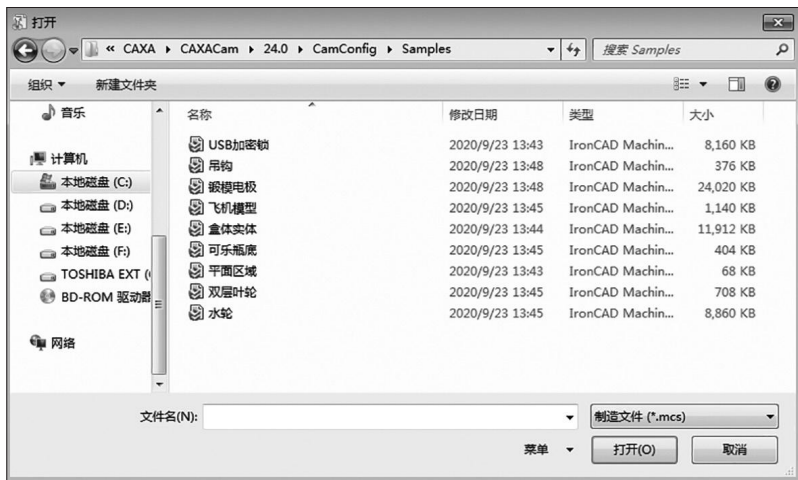

图 1-1-2 “打开”对话框
(1) 单击“打开”按钮，弹出“打开”对话框，在 CAXA CAM 制造工程师 2022 的安装目录下，找到“Samples”文件夹，如图 1-1-2 所示，打开“水轮”文件。